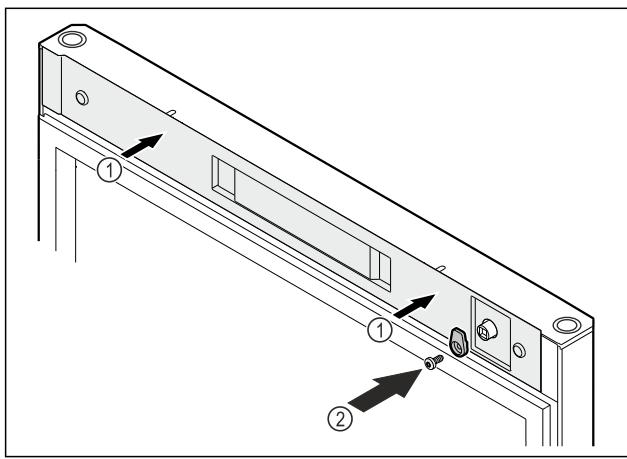

Fig. 54
- Nasadte kryt Fig. 54 (1).
- Naskrutujte zatvárací hák Fig. 54 (2).